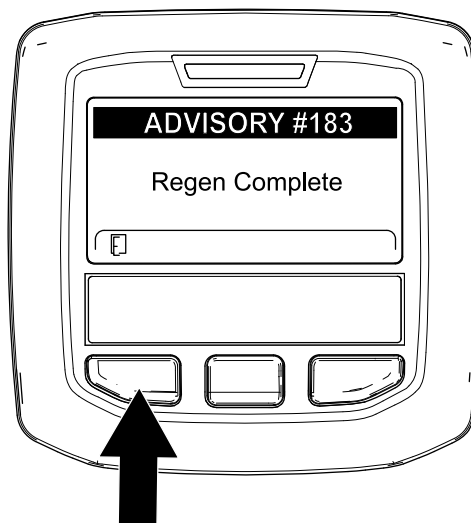

Figura 90
9. Când computerul motorului finalizează o regenerare în stare de parcare sau de recuperare, InfoCenter afiează ADVISORY #183 (recomandarea nr. 183) (Figura 90). Apăsai butonul din stânga pentru a reveni la ecranul de pornire.
Notă: Dacă regenerarea nu se finalizează, InfoCenter afiează Advisory #184 (recomandarea nr. 184) (Figura 90). Apăsai butonul din stânga pentru a reveni la ecranul de pornire.